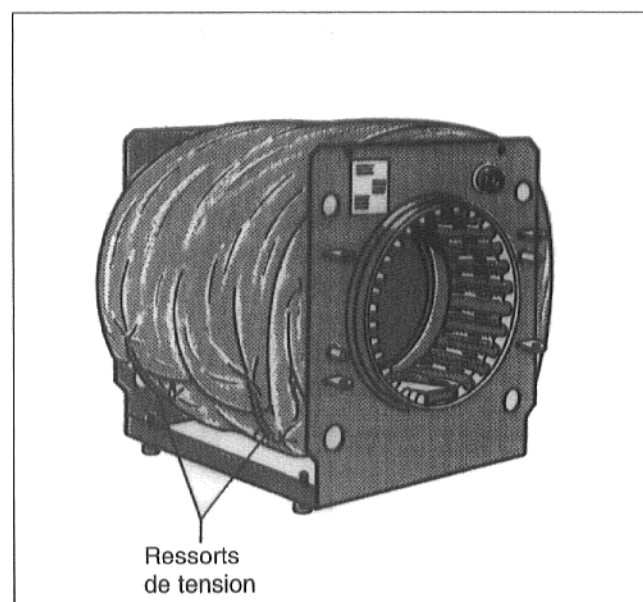

Fig. 6
- Fixer le bloc de calorifugeage à l'aide de 2 ressorts tendeurs (figure 6)